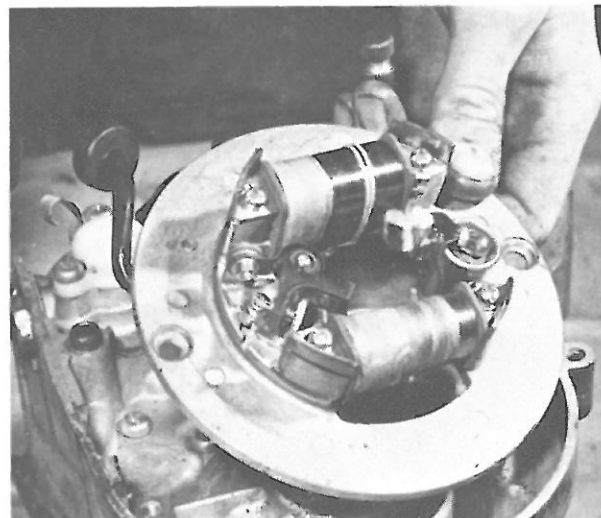

Bild 105
- Motorblock auf seine rechte Seite legen. Grundplatte des Magnetzündlers über das linke Kurbelwellenende aufs Gehäuse aufsetzen, wobei der Kabelstrang nach oben gehört (Bild 105); dann mit zwei Senkschrauben am Gehäuse befestigen. Kabelstrang mit seiner Gummidurchführung in die entsprechende Ausnehmung des Kurbelgehäuses eindrücken (Bild 106), Strang mit der Blechscheibe unter einer der Halteschrauben der Schaltwalze festlegen. Die einzeln abzweigende Leitung wird nun am Leerlaufanzeigeschalter angeschlossen (Bild 107).